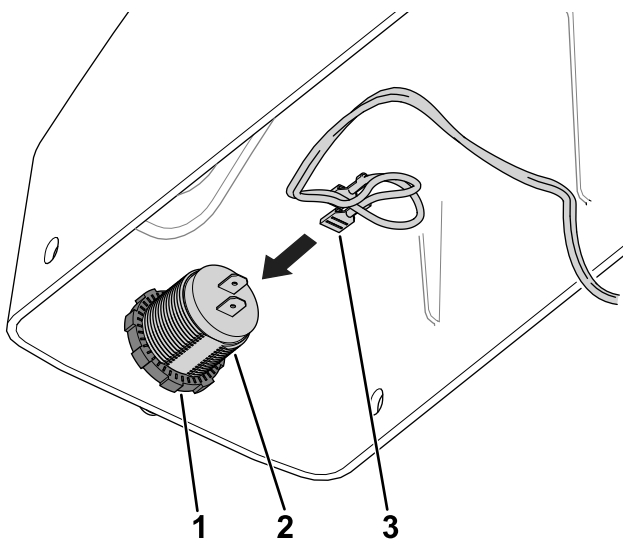

Figura 3
5. Utilize a porca de retenção previamente removida para prender a porta USB à cobertura do travão de estacionamento (Figura 3).
6. Ligue a extremidade da cablagem rotulada .USB PORT À porta USB (Figura 3).